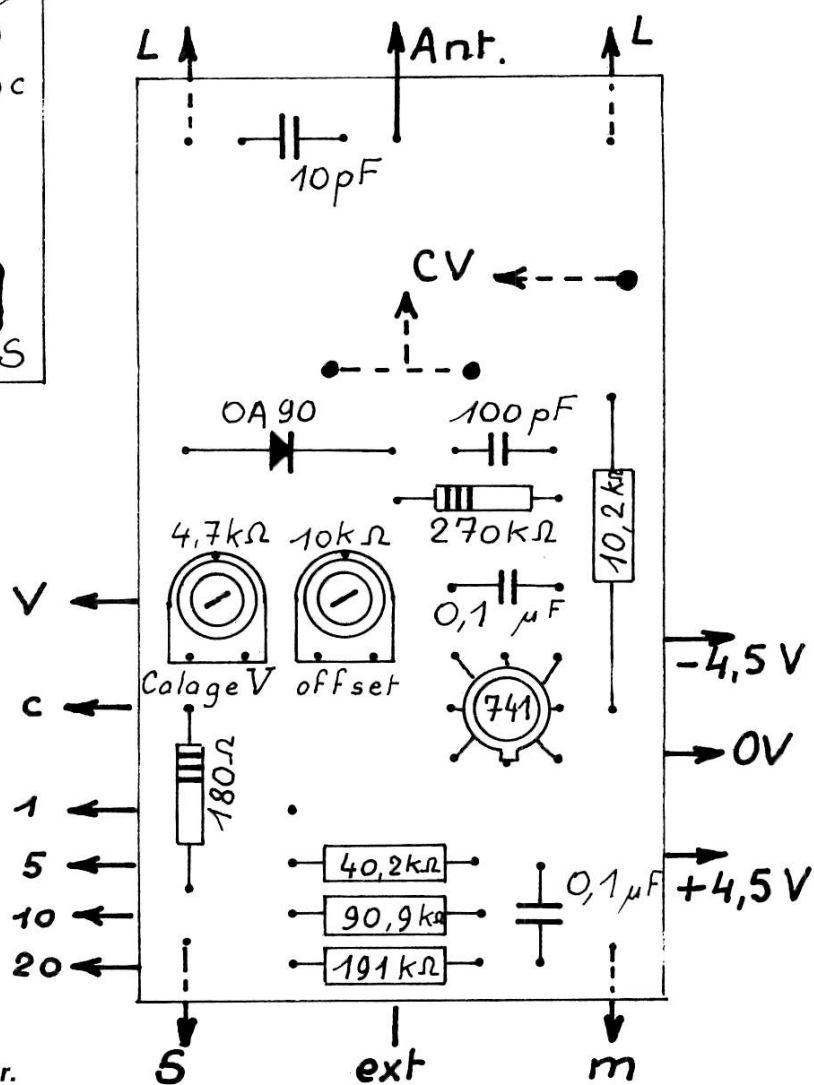

Fig. III.4. — Composants mesureur.
c) *Pose des composants.* — Le CI (nous utiliserons cette abréviation, pour désigner un circuit imprimé) terminé, entièrement percé, les composants seront placés et soudés, en suivant les indications de la figure III-4. Aucune difficulté particulière, étant donné la faible densité du montage. Les résistances sont soudées bien à plat. Les modèles à 1 % n'aiment pas les températures excessives, faute de quoi elles dérivent un peu : il sera donc préférable de les souder très vite. A ce sujet, nous conseillons d'utiliser un fer de taille toujours suffisante pour une fusion parfaite de la soudure en fil. Avec un fer insuffisamment chaud, cette soudure se met en grain, ne prend pas, donne des collages, source de mauvais contacts ultérieurs et finalement soumet les composants à de fortes élévations de température, car l'opération dure trop longtemps. Par contre, avec un fer de volume convenable, bien chaud et bien propre, un point de soudure ne demande pas plus d'une seconde : le temps de poser le fer pratiquement.